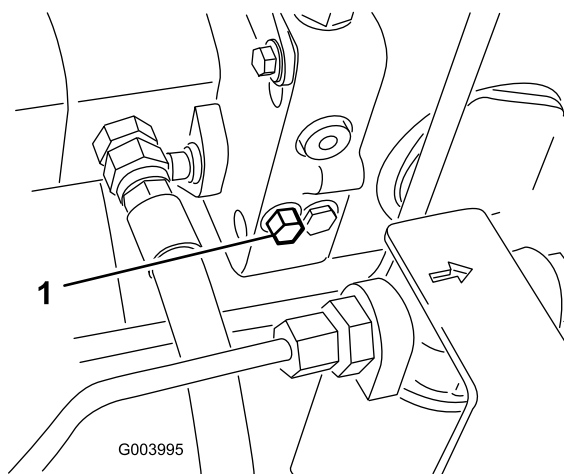

Figure 40
1. La vanne de dérivation est située du côté gauche de l'hydrostat (Figure 40). Tournez le boulon une fois et demie pour ouvrir la vanne et permettre la dérivation interne de l'huile. Il est alors possible de déplacer la machine lentement sans endommager la transmission.